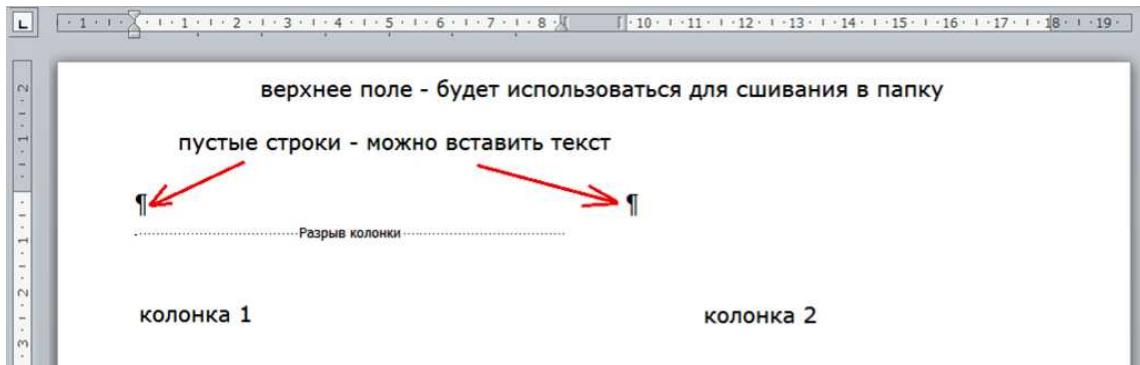

Рис. 5.3. Двухколончатый документ
- 7) Вставляем разрыв колонки (рис. 5.3).